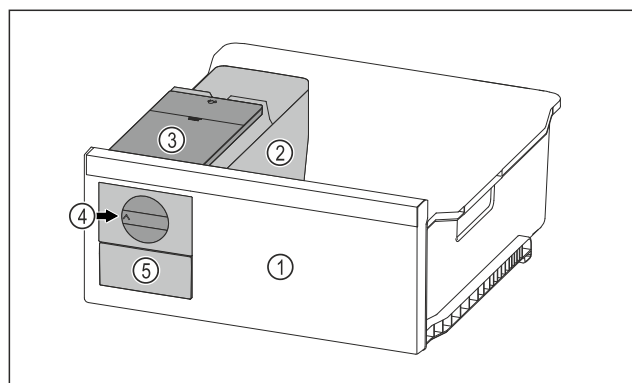

Fig. 120 Vejledende illustration
- ▶ Drej drejeknappen Fig. 120 (4) med uret indtil anslaget.
- ▷ Isterninger falder ud af isterningebakken og ned i isterningseskuffen Fig. 120 (5).